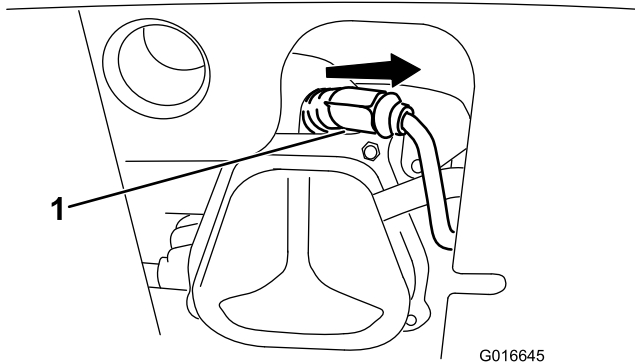

Bild 51
1. Entfernen Sie die Kappe (Bild 51).